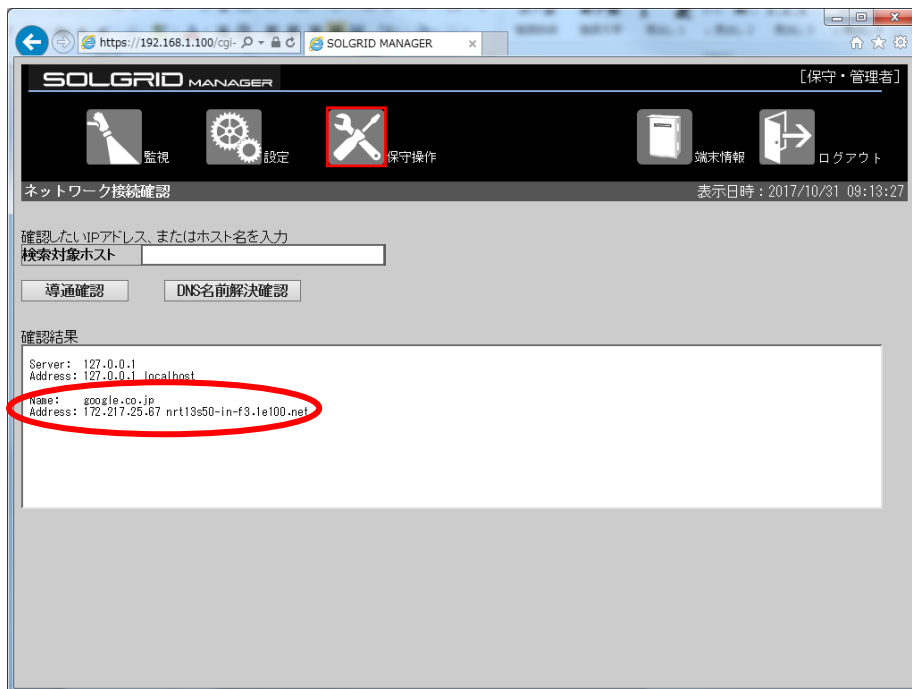

図 3.6-48 DNS 名前解決結果・正常時
④「確認結果」にコマンドの実行結果が表示されます。結果の確認方法の詳細は図 3.6-48 を参照してください。
正常な場合は図 3.6-48 に示すように下段に入力したホスト名とそのホストの IP アドレスが表示されます。表示された IP アドレスが、設定されたものと違う場合は、ネットワーク管理者に相談してください。